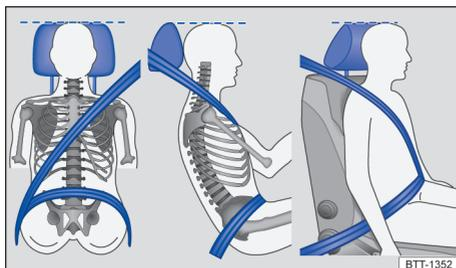

Fig. 31 Posição correta do caderço do cinto de segurança e ajuste correto do apoio para cabeça.
- Deixar o cinto de segurança sempre plano e sem o caderço torcido sobre o corpo. Se necessário, esticar um pouco o caderço do cinto de segurança → Fig. 31.